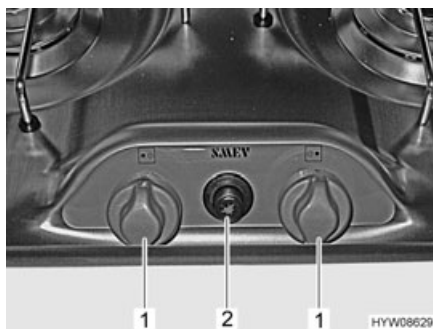
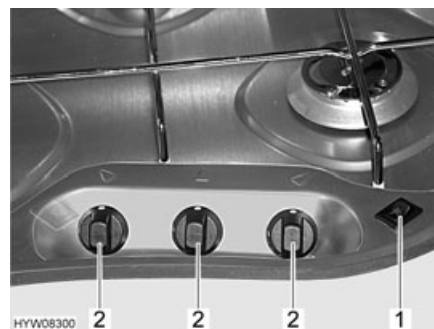

Fig. 102 Elementi di comando (fornello a gas a 2 fiamme)
Fig. 103 Elementi di comando (fornello a gas a 3 fiamme)
- Ruotare il pomello girevole (Fig. 102,1 o Fig. 103,2) dell'apparecchio a fiamma libera desiderato in posizione accesa (fiamma alta).
- Fornello a gas a 2 fiamme: Premere il bottone automatico (Fig. 102,2). Se necessario, premere ripetutamente il bottone automatico, finché si accende la fiamma.
- Fornello a gas a 3 fiamme: Premere l'interruttore a bilico (Fig. 103,1). Sul bruciatore vengono prodotte scintille.